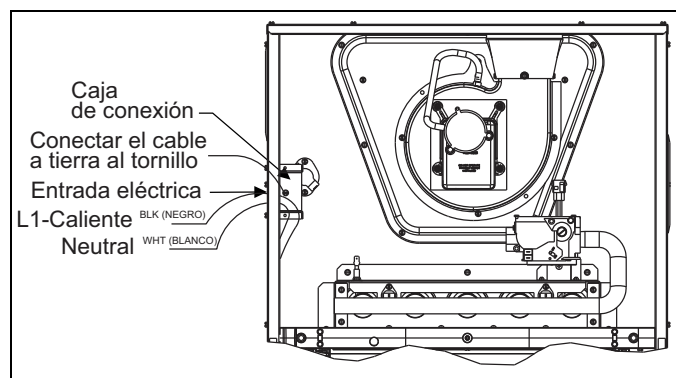

FIGURA 17: Cableado eléctrico
2. Retire los tornillos y guarde la tapa de la caja de cableado. Siga el cableado eléctrico a través de la abertura de la unidad hacia la caja de conexión con un conector conductor u otra conexión apropiada. En la caja de conexión encontrará 3 cables, un cable negro, un cable blanco. Conecte el suministro de energía como se muestra en la etiqueta de cableado de la unidad en el interior de la puerta del compartimiento del soplante o el esquema de cableado que aparece en esta sección. El cable negro del horno debe conectarse al cable L1 (calor) desde el suministro de energía. El tornillo blanco del horno debe conectarse al neutral. Conecte el suministro de energía a tierra al tornillo verde (puesta a tierra del equipo). Un método de cableado alternativo consiste en utilizar una caja y una tapa de 2" (5,1 cm) x 4" (10,2 cm) suministradas en campo en la parte externa del horno. Siga los cables del horno hacia la caja utilizando un cojinete protector cuando los cables pasan a través del panel del horno. Después de hacer las conexiones de cableado, vuelva a colocar la tapa de la caja de cableado y los tornillos. Remítase a la Figura 17.
3. El sistema de control del horno requiere una correcta polaridad del suministro de energía y una conexión a tierra adecuada. Remítase a la Figura 17.